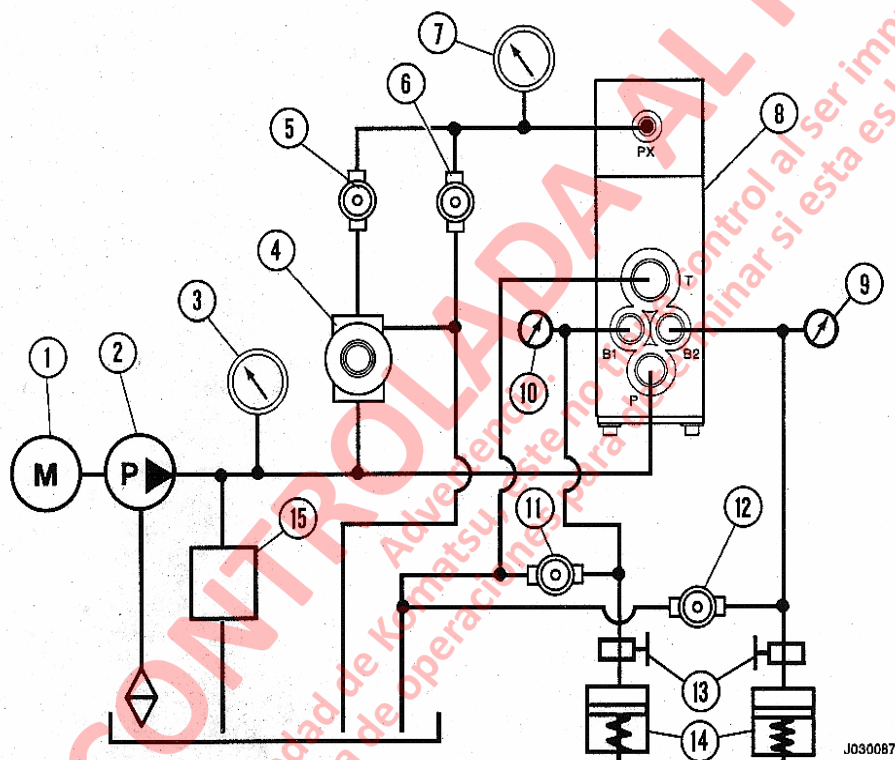

FIGURA 3-12. PREPARACION DE LA PRUEBA DE BANCO DE LA VALVULA DE RELE DUAL
- Soporte de prueba hidráulica (Consulte la Figura 3-12).
1. Coloque la válvula en el soporte de prueba como se muestra en la Figura 3-12.
5. Asegure las lumbreras de salida regulada "B1" y "B2" a las líneas de prueba. Los aparatos de monitoreo de presión en estas dos líneas deben ser capaces de controlar 20.680 kPa (3000 psi). Conecte todas las lumbreras de acuerdo al diagrama que aparece en la Figura 3-12. Se deben usar y conectar todas las lumbreras.
6. Encienda la bomba hidráulica y regule la presión de salida a 18.960 kPa (2750 psi) en el indicador de presión (3). Los indicadores de presión (9) y (10) deben marcar cero.
7. Ajuste el regulador de presión (4) a una presión de suministro piloto de 17.235 kPa (2500 psi) en el indicador (7).